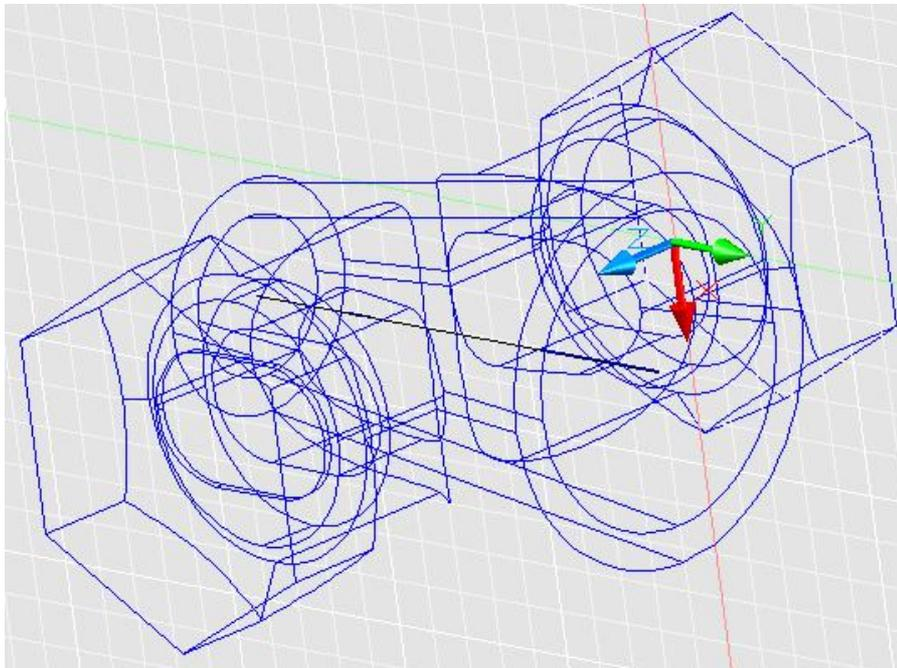

Рис. 20
23. Далее включаем все слои и выполняем операцию вычитание. В командной строке вводим **SUBTRACT** или выбираем команду , выделяем внешний контур и нажимаем **enter**. Далее выделяем 4 внутренних цилиндра, затем выделяем внутренний конус и еще тело, полученное с помощью овального контура и затем нажимаем **enter**. (см.рис.20)